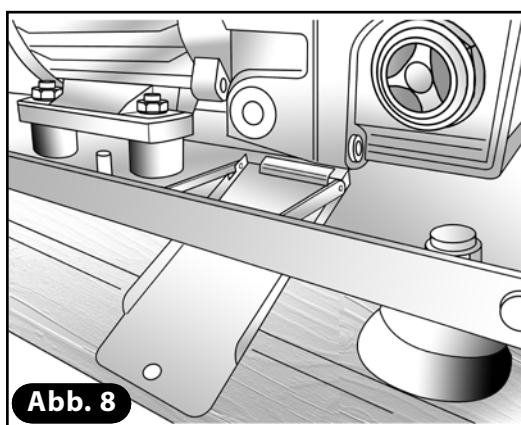

Abb. 8
- 3) Befestigungsschraube der Ölablassrutsche entfernen (**Abb. 7**). Prüfen, ob es möglich ist, bei entsprechend positionierter Rutsche das Öl aufzufangen, das aus der Pumpe abfließen muss (**Abb. 8**).